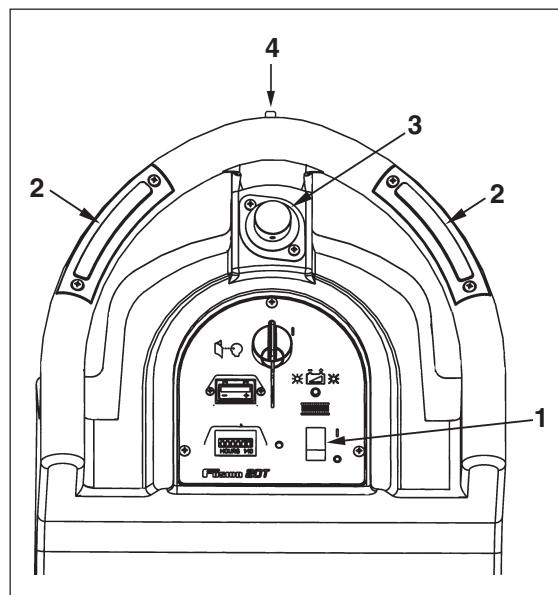

Figure 10
2. Placez le commutateur d'alimentation du disque sur on (1 - figure 10).
3. Lorsque vous enfoncez le commutateur de déplacement/disque gauche (2 - figure 10), le moteur du disque démarre et le moteur de déplacement fait avancer la machine.
4. Contrôlez la vitesse de la machine en utilisant le sélecteur de vitesse (3 - figure 10).
6. Pour que la machine fonctionne en marche arrière, enfoncez le commutateur de marche arrière (4 - figure 10) et le commutateur de disque/déplacement gauche ou droit (2 - figure 10) simultanément.